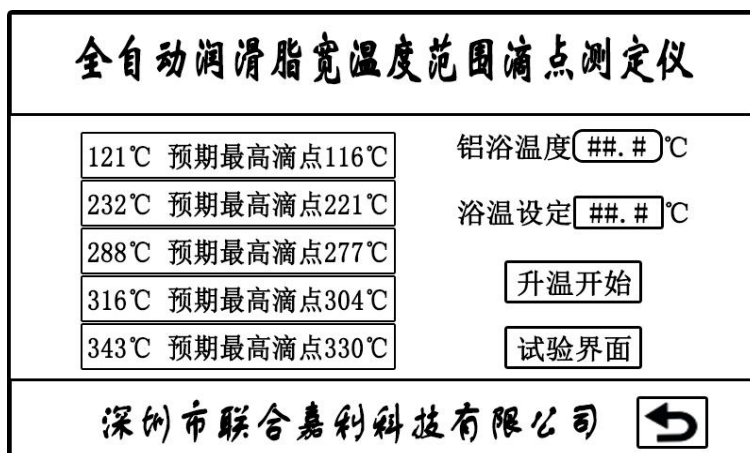

图 6-5
4. 按“试验进行”按钮，进入试验进行功能页面，见图 6-5